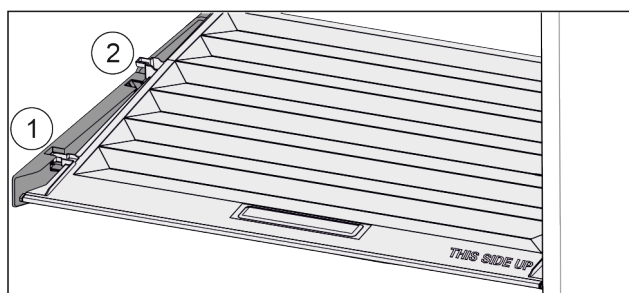

Fig. 31
- Deckel bis zur Öffnung in den Halteteilen nach vorne ziehen Fig. 31 (1).
- Hinten von unten anheben und nach oben wegnehmen Fig. 31 (2).